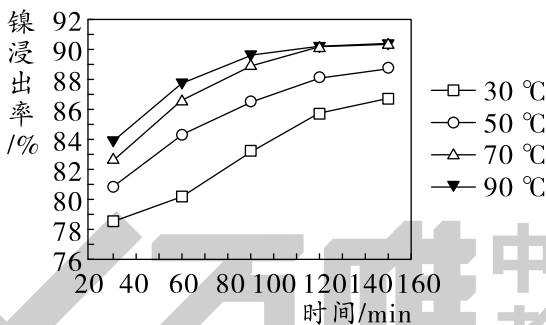

图 2
(4)保持其他条件相同,在不同温度下对废镍催化剂进行“酸浸”,镍浸出率(硫酸镍的产率)随时间变化如图 2,从工业生产和能源消耗的角度分析,“酸浸”的最适宜温度与时间分别为_____、_____。